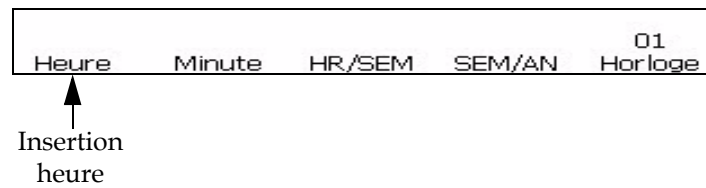

Figure 5-33: Fenêtre <01 Horloge>
- 1 Commencer dans la Fenêtre <01 Horloge> (01 Editer > 02 Editer - Insertions > 01 Insertion - Horloge > 01 Horloge). Voir Figure 5-33.